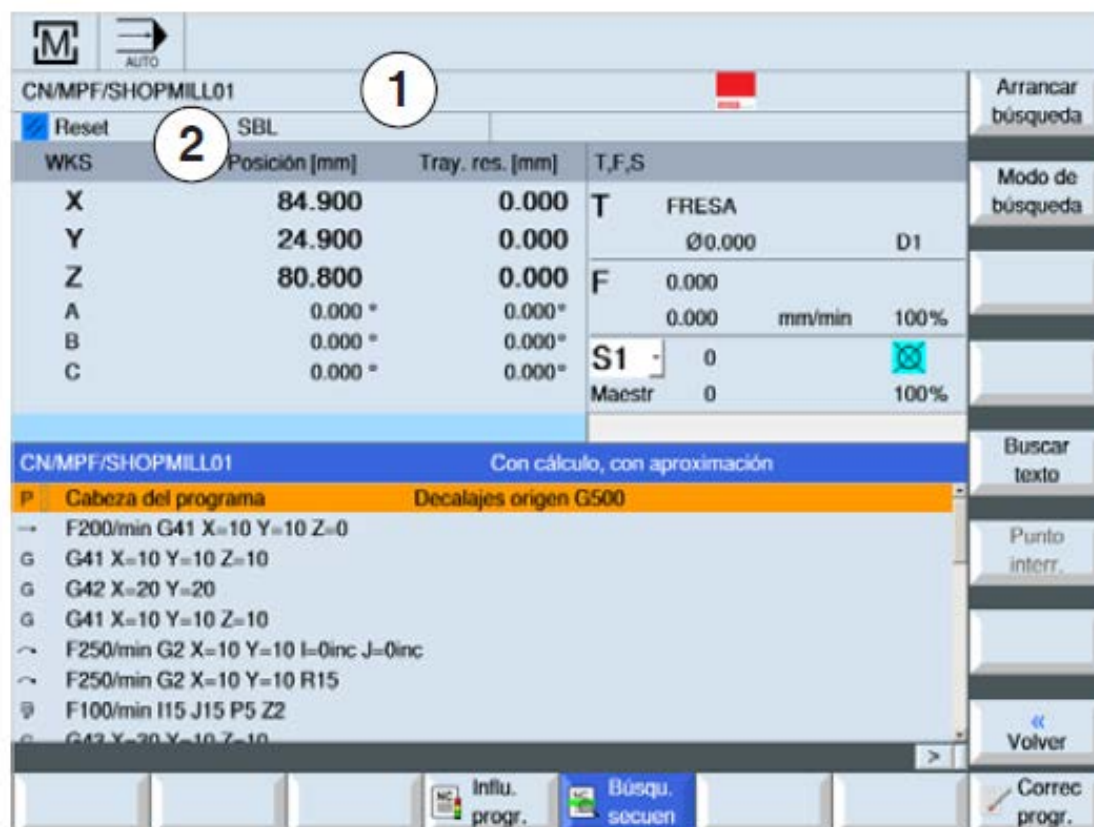

Ilustración 5.24 Pantalla de ejecución del programa
16. Ya teniendo el programa escrito, seleccionamos la pestaña *Selec.* que pasara a la pantalla de ejecución del programa (ilustración 5.24)